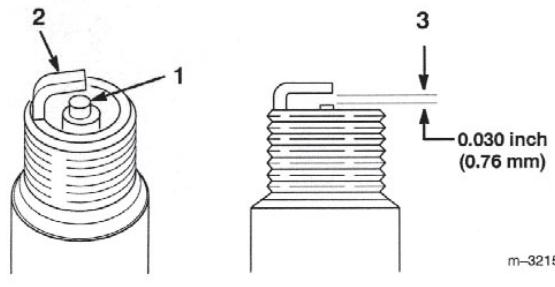

図 49
1. まず、点火プラグ中央（図49）を観察する。絶縁体部がうす茶色や灰色なら適正、碍子が黒くなっているのは不完全燃焼である（エアクリーナの汚れが原因であることが多い）。
2. プラグの電極間のエア・ギャップ（図49）を点検し、調整は側面電極をまげて行う。